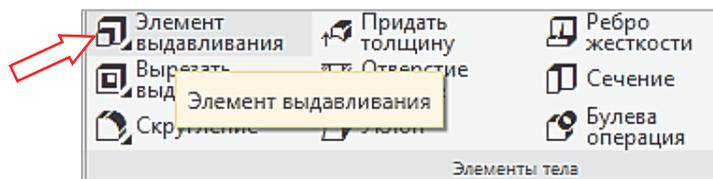

Рис. 5.5
6. В **Дереве модели** указать этот эскиз, на ленте инструментов выбрать команду **Элементы тела** → **Элемент выдавливания**  (рис. 5.5).